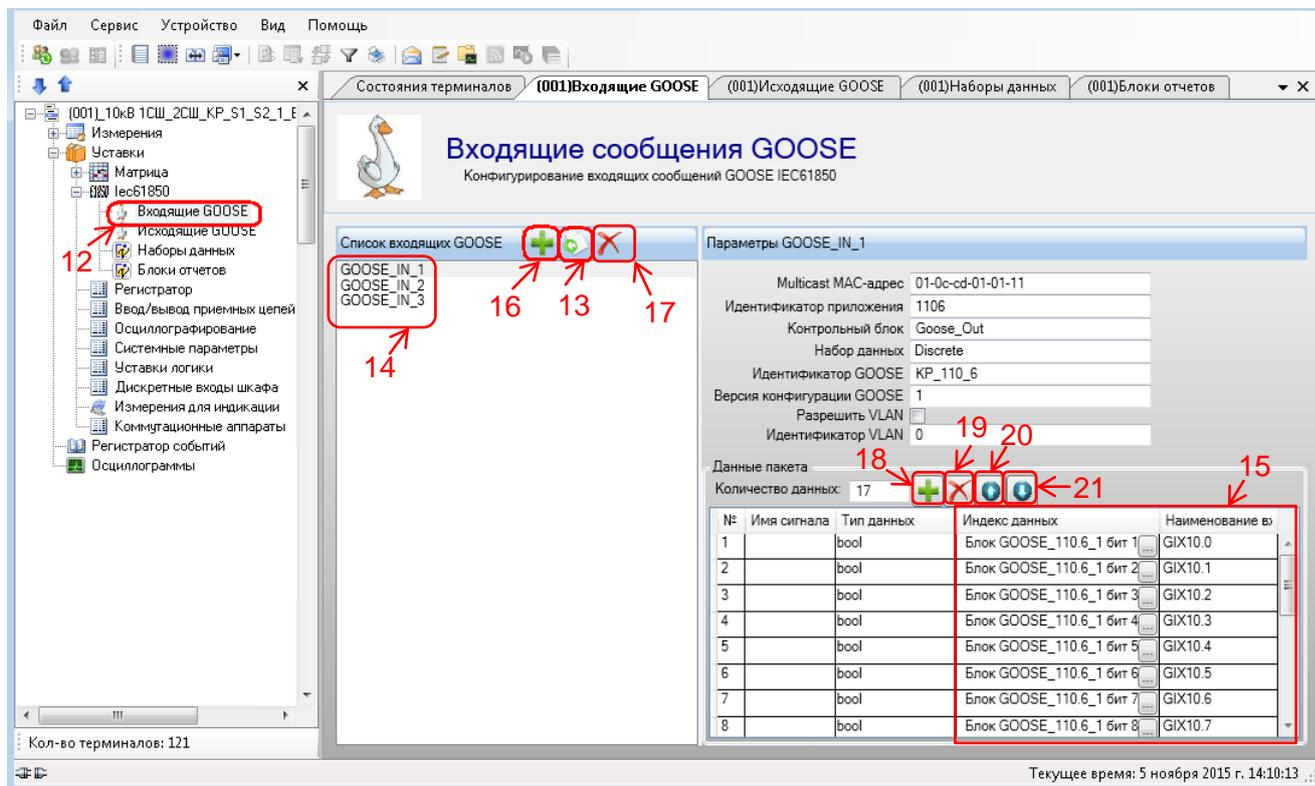
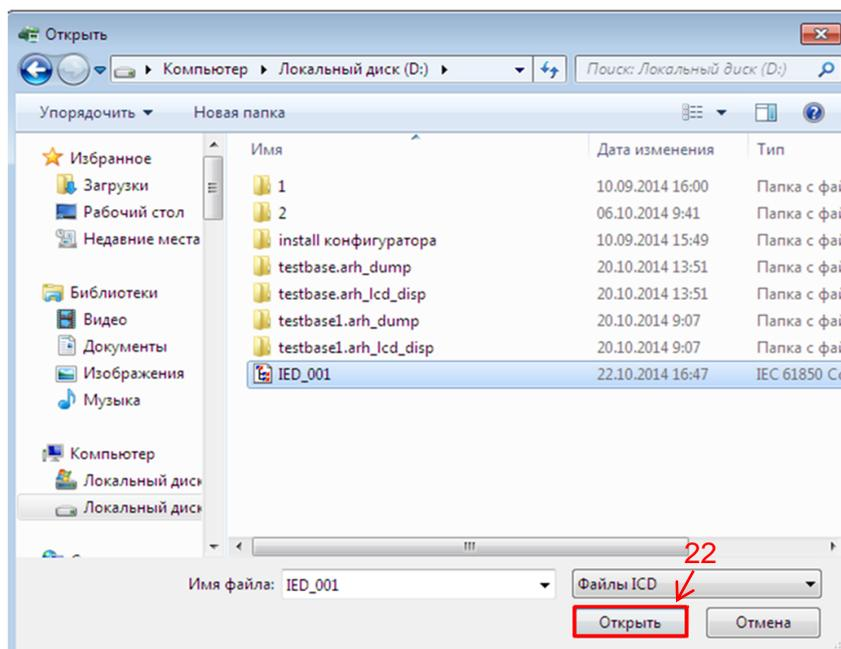

Рисунок 4 – Окно **Входящие сообщения GOOSE**
Рисунок 5 – Открытие icd файла
3.2.3 В «дереве» проекта раскрыть раздел **Уставки** → **Iec61850** → **Входящие GOOSE** (см. рисунок 4, обозначение 12) (сигналы, текущие значения которых принимаются от других терминалов).
3.2.5.1 Нажать на кнопку  (см. рисунок 4, обозначение 13).
3.2.5.2 Выбрать файл **icd** и нажать на кнопку **Открыть** (см. рисунок 5, обозначение 22). Сгенерируются данные из **icd** файла. При импорте настройки **исходящих GOOSE-сообщений** из **icd** файла используются для конфигурирования **входящих GOOSE-сообщений** (см. рисунок 4, обозначение 14) настраиваемого терминала.
3.2.5.3 Указать индекс данных и наименование входа (см. рисунок 4, обозначение 15) для организации **входящих GOOSE-сообщений** в соответствии с проектом (см.п.3.2.7).
3.2.6 При настройке **входящих GOOSE-сообщений** вручную, необходимо добавить **входящие GOOSE-сообщения** с помощью кнопки  (см. рисунок 4, обозначение 16). Одно входящее сообщение (один пакет, содержащий несколько сигналов) – одно нажатие на кнопку . Удалить **входящие GOOSE-сообщения** можно с помощью кнопки  (см. рисунок 4, обозначение 17). Добавить сигналы можно с помощью кнопки  (см. рисунок 4, обозначение 18), удалить при помощи кнопки  (см. рисунок 4, обозначение 19), с помощью кнопок ,  можно переходить по строкам вверх, вниз соответственно (см. рисунок 4, обозначения 20 и 21). Количество **входящих GOOSE-сообщений** не может превышать 8 (см. рисунок 4, обозначение 14).